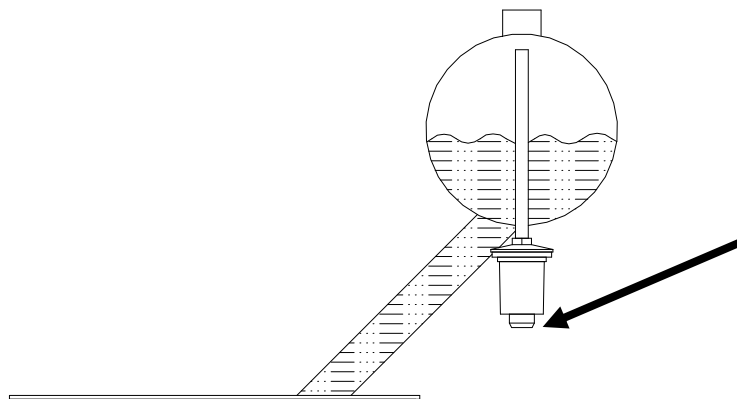

Abbildung 2
- 9) Zur Installation des Entfeuchters, die entsprechende Entlüftungsleitung (siehe Abbildung 2) leeren, die sich während des Transports oder bei der eventuellen Verschiebung/Aufstellung mit Öl füllen kann. Dazu braucht man nur den Deckel mit Innengewinde zu 1/2" im unteren Teil des Ausdehnungsgefäßes abzunehmen und danach den Entfeuchter zu installieren. Bevor man dieses Verfahren durchführt, sollte man unter den abzuschraubenden Deckel einen Behälter zum Auffangen von eventuell austretendem Öl stellen.